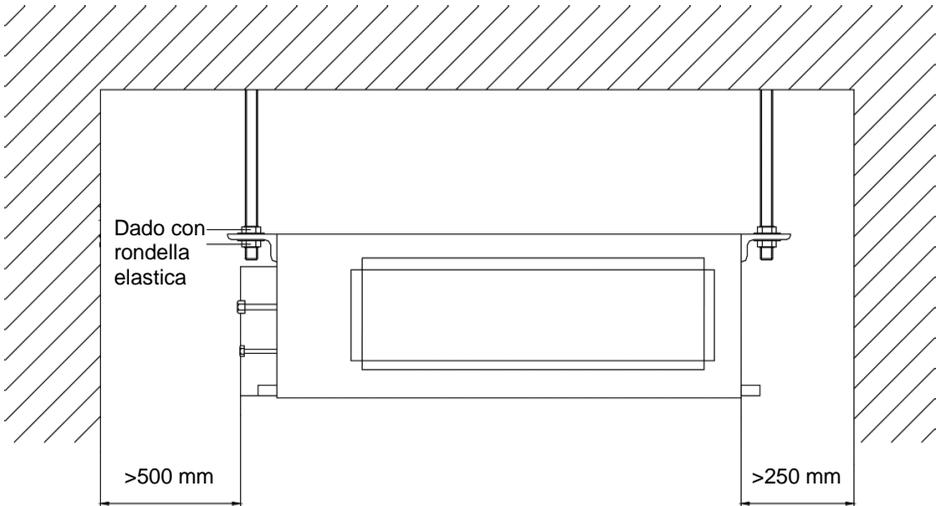

Fig. 2
- 4) Verificare che ci sia spazio libero sufficiente intorno all'unità per la manutenzione come mostrato in Fig. 2.